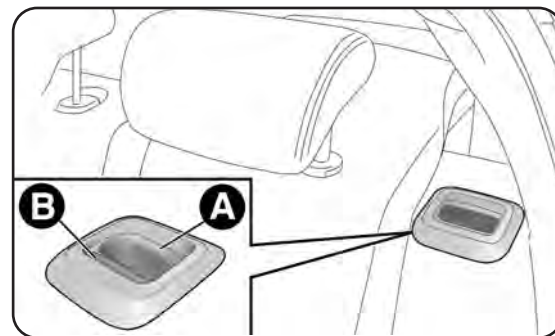

fig. 75
- levante la palanca A-fig. 75 para abatir la parte izquierda o derecha del respaldo y acompañar el respaldo hacia el cojín (la elevación de la palanca A se indica con una "banda roja" B) .
Levante el respaldo abatido anteriormente hasta oír el clic de bloqueo de los dos mecanismos de enganche, comprobando visualmente que desaparezca la "banda roja" de las palancas A-fig. 75. De hecho, la "banda roja" indica que no se ha enganchado el respaldo. Vuelva a colocar los reposacabezas introduciéndolos en sus alojamientos.